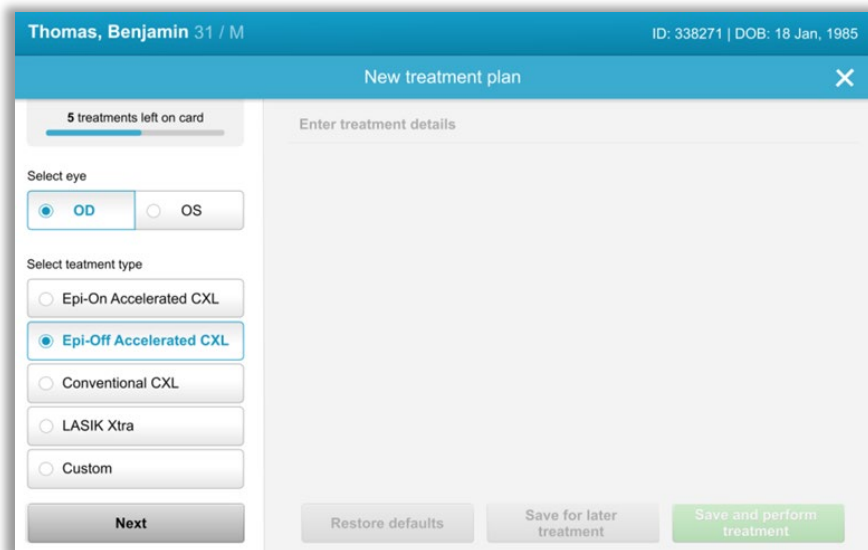

Figura 3-5. Selezione dell'occhio
- Una volta selezionato l'occhio, il campo sarà delineato in blu, come mostrato nella Figura 3-5.